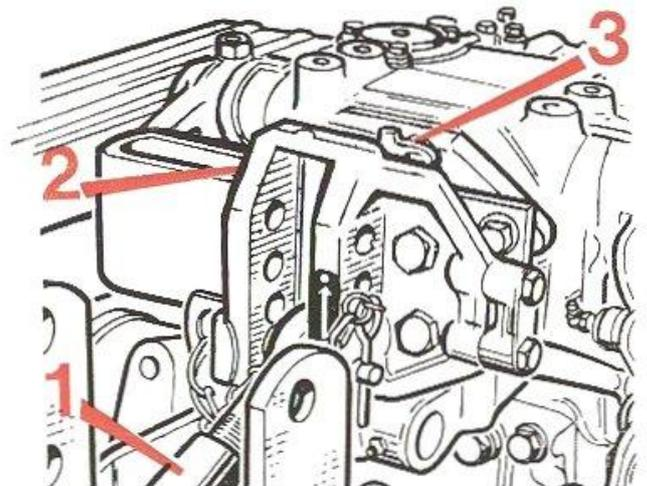

FIG. 43
Le bras de poussée (1) fig. 43 est broché dans le trou inférieur du support mobile (2) et le coin (3) est engagé entre le support mobile et la butée du bloc de relevage.